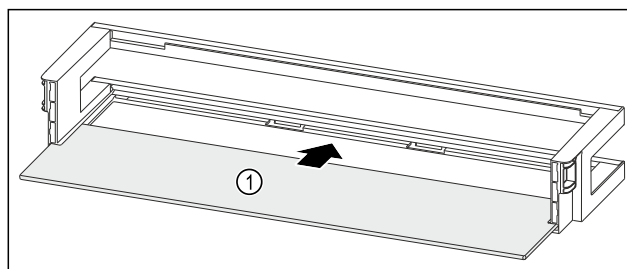

Fig. 52 Deurrek met draagplateau
- Draagplateau Fig. 52 (1) in de zijdelingse inkepingen schuiven.